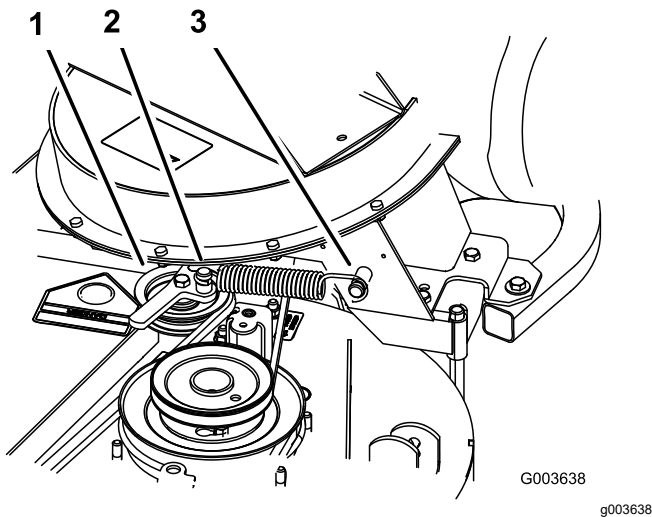

Bild 20
- Setzen Sie die Feder ein, siehe Bild 20.